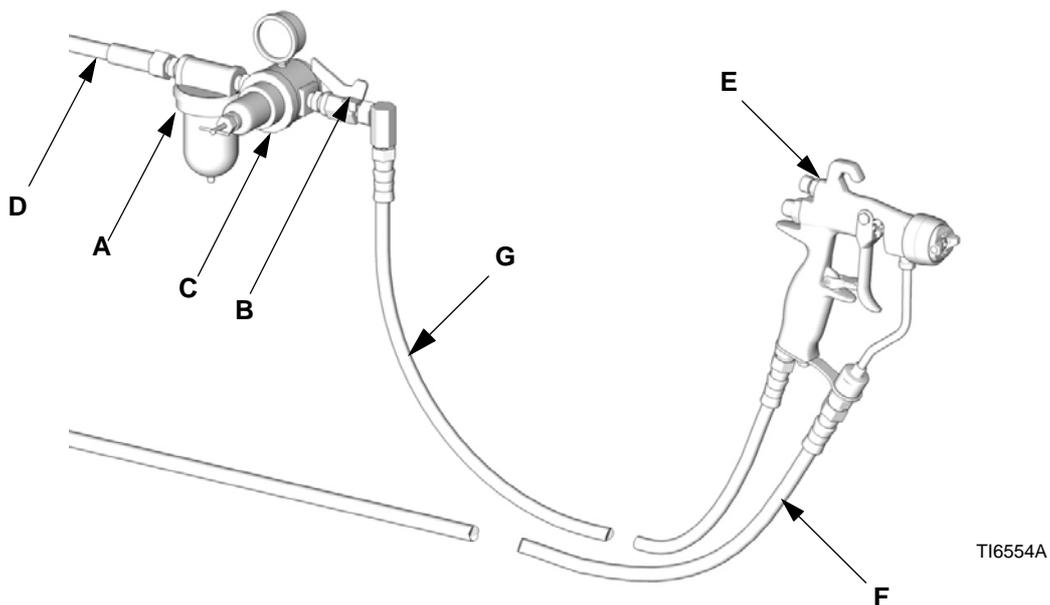

ABB. 1: Typische Installation (Modell G15 abgebildet)
HINWEIS: Die oben gezeigte typische Installation ABB. 1 ist nur eine von vielen möglichen Varianten zur Auswahl und Installation eines elektrostatischen Luftspritzsystems. Ihr Graco-Händler hilft Ihnen gerne bei der Planung eines auf Ihre Bedürfnisse abgestimmten Systems.
1. Einen Luftfilter (A) an der Pistolenluftleitung anbringen, damit nur saubere, trockene Luft zur Pistole zugeführt wird. Schmutz und Feuchtigkeit können die Spritzqualität schwer beeinträchtigen. Siehe ABB. 1.
2. Einen Luftdruckregler (C) an der Pistolen-Luftleitung installieren, um den Luftdruck zur Pistole regeln zu können.
3. Ein Luftabsperrentil (B) an der Pistolenluftleitung und an der Pumpenluftleitung anbringen, um die Luftzufuhr zur Pistole abzuschalten.